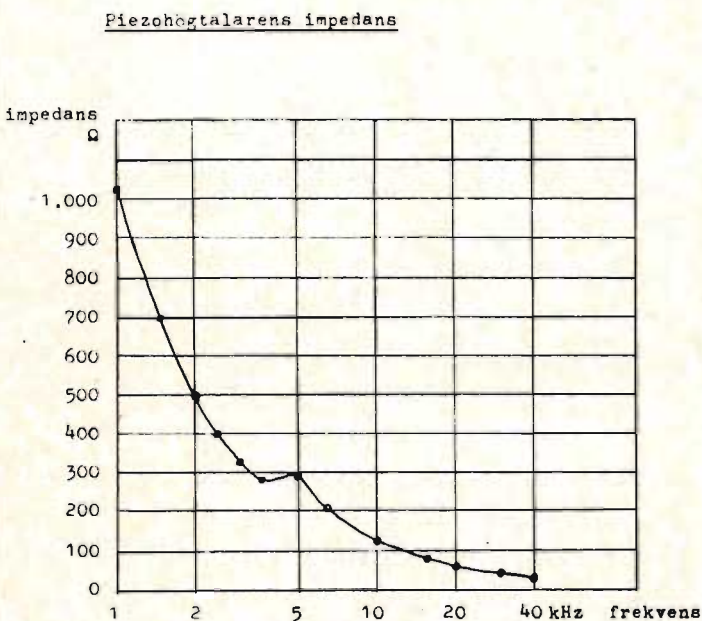

Fig 3. Piezohögtalarens impedans som funktion av frekvensen.
- Hög impedans: Ingen nämnvärd belastning för förstärkaren (fig 3).